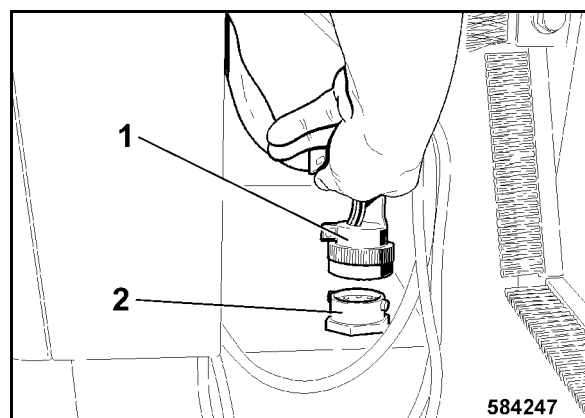

fig. 192
- Brancher le connecteur 1 (fig. 192) dans la prise (2).